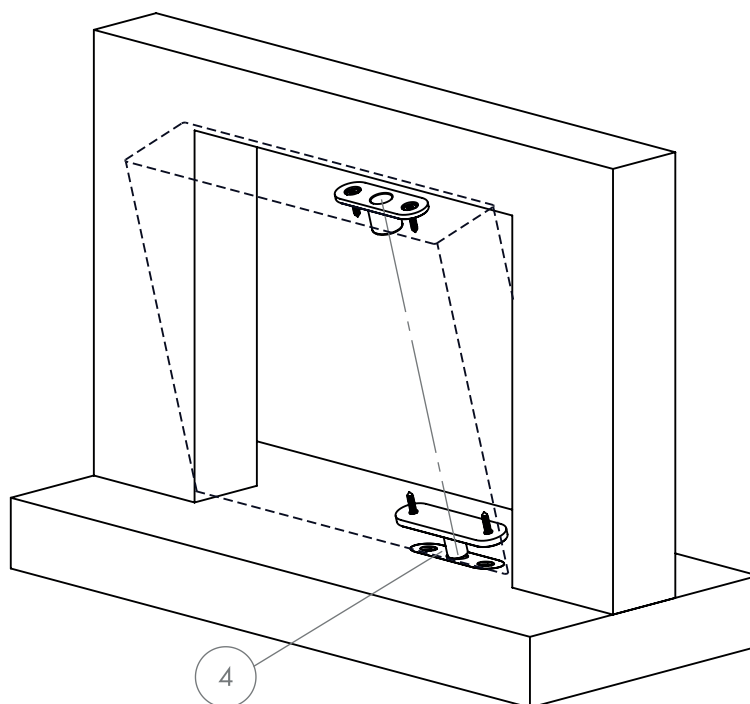

Рисунок 7
4. Завести дверное полотно в проём и установить в нижнюю опору ④, предварительно поместив в неё шарик ⑤ (рисунок 7).